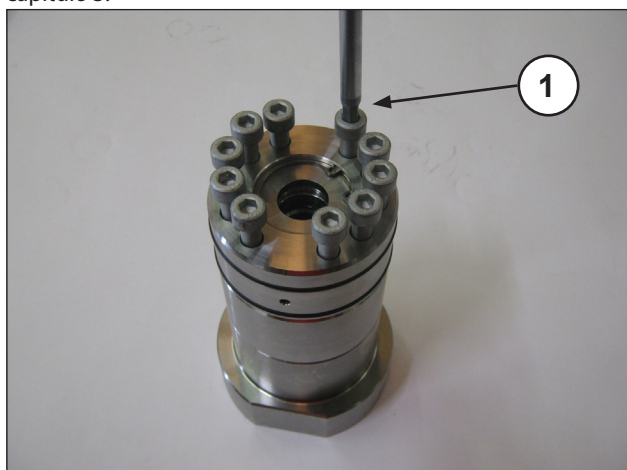

Fig. 143
- camisa apertando manualmente os parafusos M8x100, conforme indicado na Fig. 143, em seguida, proceda com a calibragem com chave dinamométrica, conforme indicado no capítulo 3.